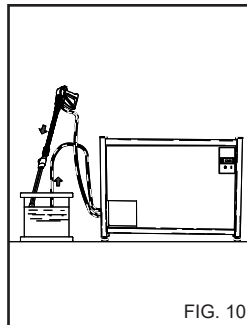

FIG. 10
**ОПЕРАЦИИ ПРИ ИСПОЛЬЗОВАНИИ АНТИФРИЗА (Fig. 10)**